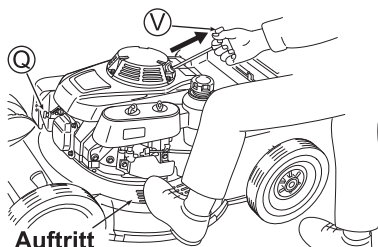

Abb. 12
- 4 Um den Motor zu starten, stellen Sie einen Fuß auf den Auftritt am Gehäuse, ziehen Sie leicht am Startergriff (V) und halten Sie kurz an einer Position inne, von der aus Sie kräftig am Griff ziehen können (Siehe Abb. 12). Ziehen Sie anschließend von dieser Position aus kräftig am Griff. Lassen Sie den Startergriff (V) danach langsam los.